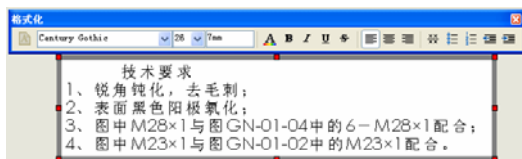

图 14-103 “格式化”对话框
- ③ 添加注释文字。此时系统弹出如图 14-103 所示的“格式化”对话框，设置需要的字体和字号后，输入需要的注释文字。
- ④ 确认添加的注释文字。单击“注释”属性管理器中的“确定”图标按钮，注释文字添加完毕。